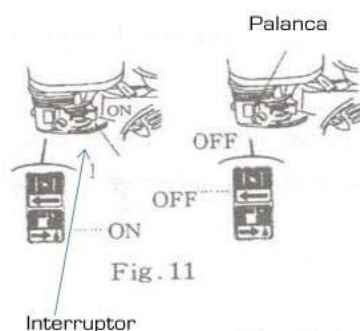

Fig. 11
1. Abrir el grifo del combustible (ponerlo en la posición [ON] (fig. 11)